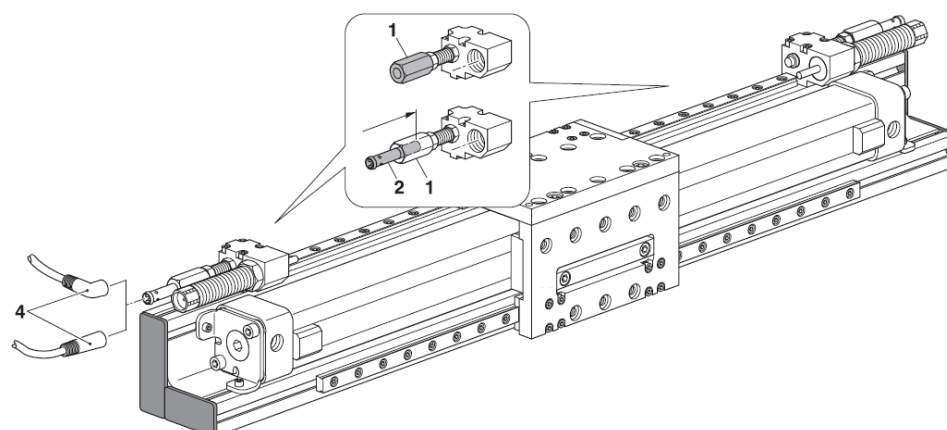

Abb. 35 Einbau Initiator D 6,5 mm in PMP-c Version 01
1. Initiatorhalter (Abb. 35, 1) auf Anschlagschraube schrauben.
2. Initiator (Abb. 35, 2+3) bis zum Anschlag in Initiatorhalter stecken.
3. Initiatorhalter (Abb. 35, 1) leicht festziehen.
4. Stecker (Abb. 35, 4) montieren.